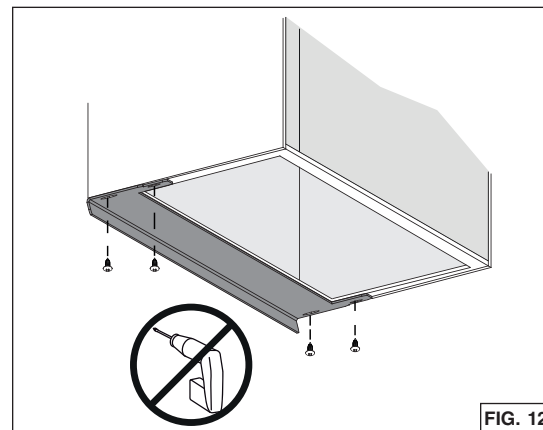

FIG. 12
8. Cintas protectoras opcionales (se venden por separado), en 7 formatos diferentes, están diseñadas para gabinetes de hasta 15 pulg. de profundidad (para BBN1243SS: HADTBN24, para BBN1303SS: HADTBN30). Elegir la cinta que puede cubrir mejor el borde trasero del gabinete. Usar 4 tornillos para madera de cabeza redondeada n.º 6 x 1/2 pulg. (incluidos en el juego opcional) para sujetarla (FIG. 12).